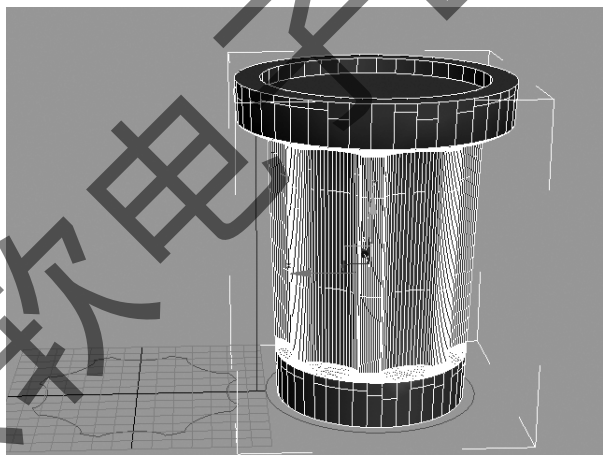

图 4-53 拾取圆柱
Step29:选中放样物体,选择“”创建面板→“”(几何体)→复合对象→“对象类型”卷展栏→ProBoolean(超级布尔),点击“开始拾取”按钮,拾取圆柱“Cylinder001”,如图 4-53所示。